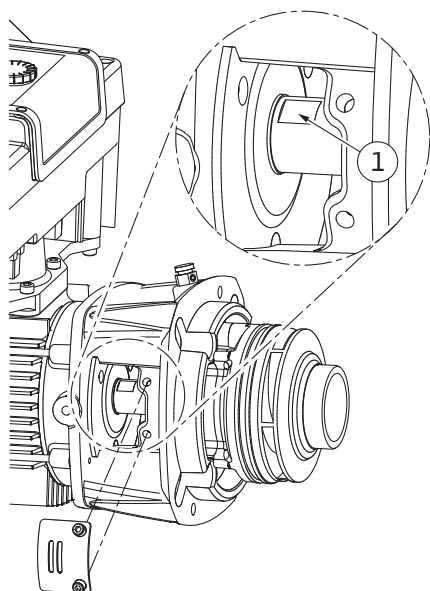

Fig. 106: Plochy kľúča na hriadeľi
14. Do okna lucerňy zavedte plochý kľúč veľkosti 22 mm a hriadeľ pevne pridržiť na plochách kľúča (Fig. 106, pol. 1). Odskrutkujte maticu obežného kolesa (Fig. I, pol. 22). Obežné koleso (Fig. I, pol. 21) sa automaticky stiahne z hriadeľa.
- Do okna lucerny zaveďte plochý kľúč veľkosti 22 mm a hriadeľ pevne pridržiňte na plochách kľúča (Fig. 106, pol. 1).
- Do okna lucerny (Fig. IV, pol. 38) zaveďte plochý kľúč (SW32 mm) a hriadeľ pevne pridržiňte na plochách kľúča (Fig. 106, pol. 1). Namontujte obežné koleso s podložkami a maticou. Utiahnite maticu. Dávajte pozor, aby ste nepoškodili mechanickú upchávku kvôli hranám.